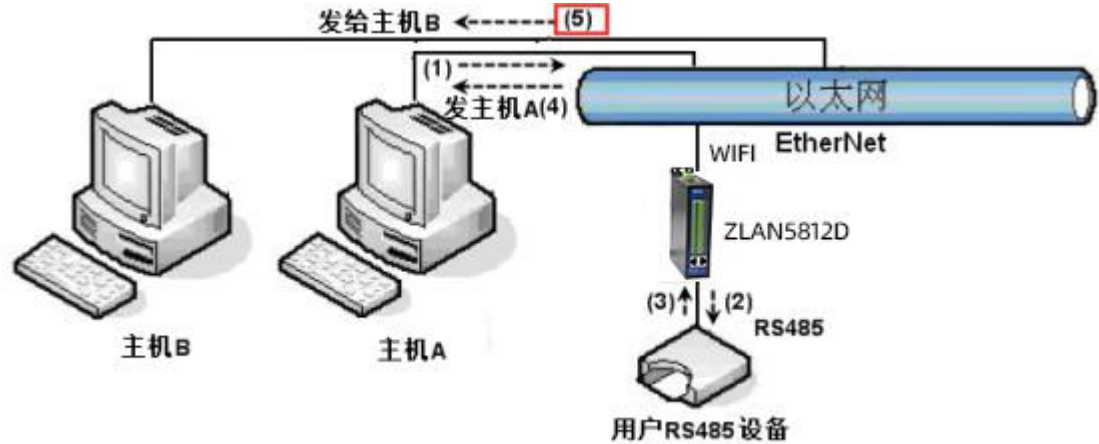

图 53 多主机功能演示
如图 53 所示，普通方式下，当两台主机：主机 A 和主机 B 同时连接上串口服务器，此时主机 A 发送(1)指令，RS485 设备收到(2)指令，RS485 设备返回(3)
如图 53 所示，如果串口设备（RTU 设备）作为主站，而网口设备（Modbus